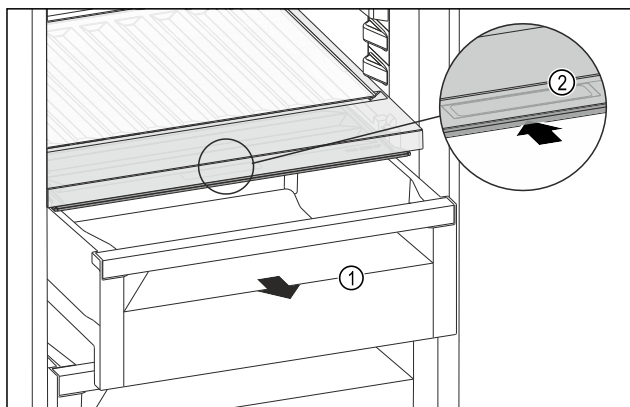

Fig. 117
- Zásuvku Fig. 117 (1) vytáhněte.
- Uchopte prohlubeň pro rukojeť Fig. 117 (2) na víku zásuvky a současně zasuněte víko zásuvky směrem dozadu.